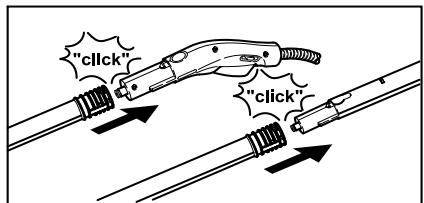

Abbildung 4
- ➔ Bei Bedarf die Verlängerungsrohre (D1) verwenden. Dazu ein bzw. beide Verlängerungsrohre auf die Dampfpistole (C1) montieren (siehe Abbildung 4). Benötigtes Zubehör (E1, F1) auf das freie Ende des Verlängerungsrohres schieben.